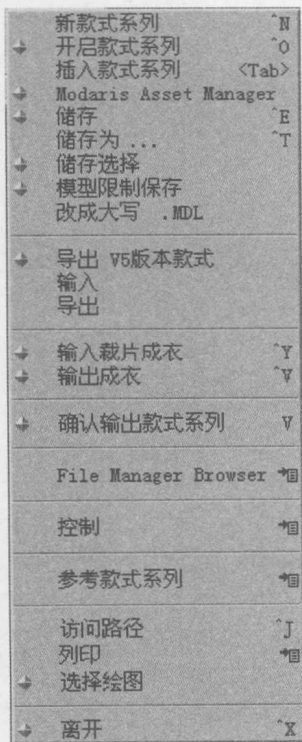

图 1-2
- (1) 【档案】主要有新款式系列、开启款式系列、插入款式系列以及储存等菜单, 如图 1-2 所示。